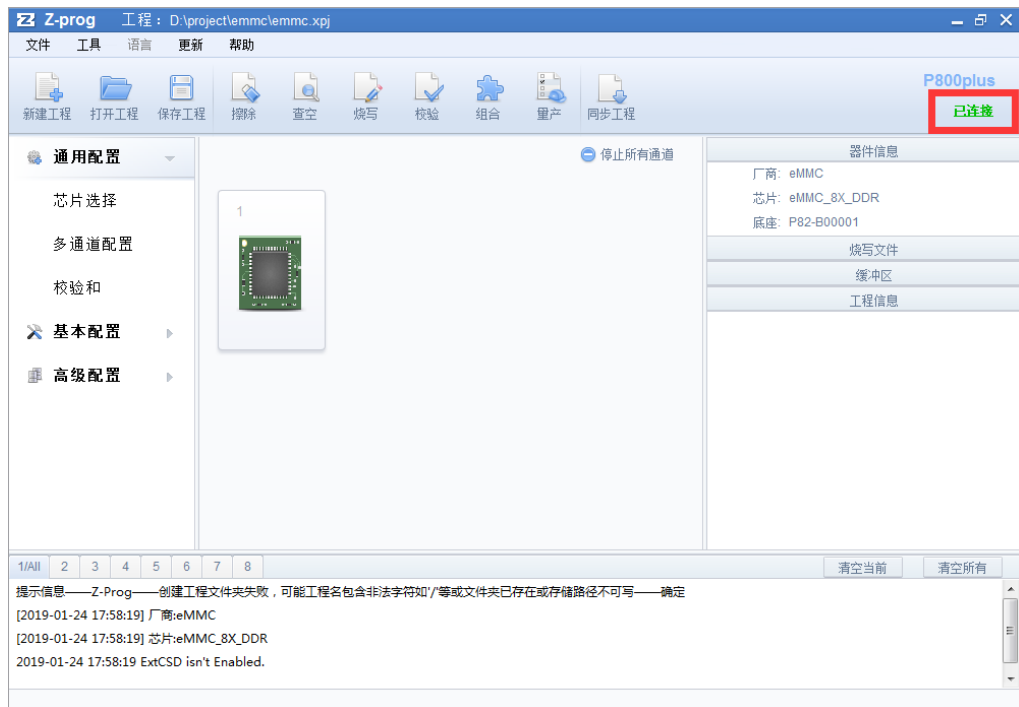

图 2.4.a
- (1) 在烧写工程之前，首先要确保工程已经同步到编程器设备了。
- (2) 编程器设备在“已连接”的情况下，编程器的操作界面是被锁定的，无法手动操作编程器界面。此时需要在 Z-Prog 断开连接后才可以手动操作编程器界面。点击 Z-Prog 主界面右上角的“已连接”可关闭连接（如图 2.4.a），从而手动操作下位机界面。
- (3) 在“已关闭”的状态再点击一次又可以切换到“已连接”状态了。